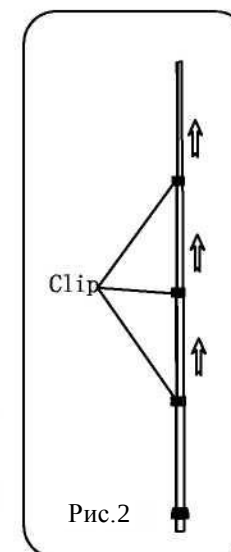

Рис. 2
2. Полностью раздвиньте телескопическую стойку. Для чего, сначала ослабьте зажимы (см. рис. 2), а затем раздвиньте все части телескопической стойки. Снова поверните зажимы и зафиксируйте их. Убедитесь, что все части телескопической стойки жестко зафиксированы